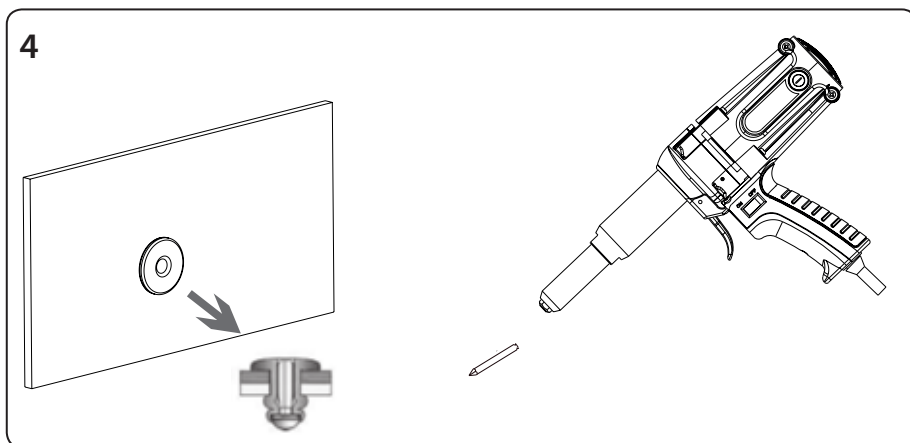

Fig.6
- d) Dopo il rilascio del grilletto della pistola rivettatrice, il rivetto viene ritirato e il gambo del rivetto viene strappato e sbloccato dal canotto della pistola, vedere il passaggio 4, Fig.6.